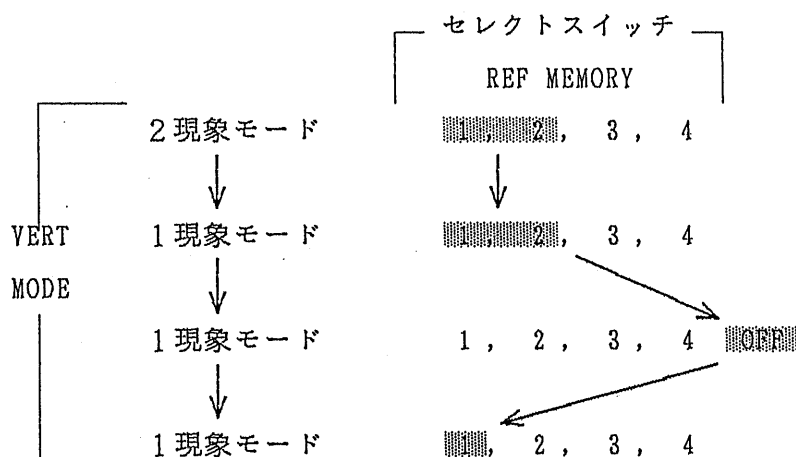

図5-2 REF MEMORY と VERT MODE の関係
リファレンスメモリは VERT MODE スイッチ ③⑨ により選ばれている現象数に応じてセレクトスイッチ ④⑤ により設定されますが、その後 VERT MODE の現象数を変更してもリファレンスメモリ表示は変わりません。再度セレクトスイッチ ④⑤ を押すと、一度リファレンスメモリは OFF となり、もう一度押すことにより現象数変更後のリファレンスメモリ設定となります。(図 5-2 参照)